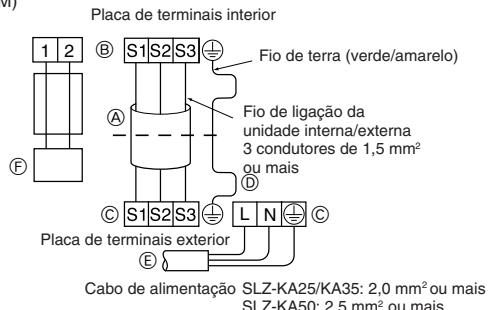

Fig. 7-4
- Faça as ligações tal como demonstrado no diagrama, na parte inferior esquerda. (Obtenha o cabo a nível local) (Fig. 7-4)